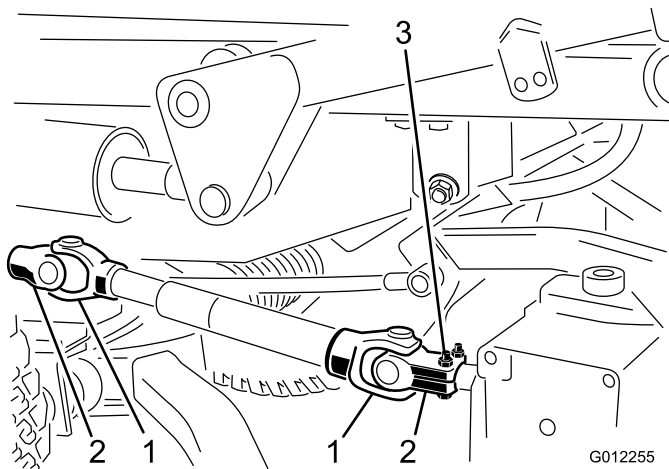

Bild 21
3. Klopfen Sie den Spannstift heraus, mit dem das Antriebswellenjoch an der Eingangswelle des Getriebes befestigt ist (Bild 21). Lösen Sie die Kopfschrauben und Sicherungsmuttern und schieben Sie das Joch von der Eingangswelle. Wenn Sie die Zugmaschine ohne Mähwerk einsetzen, setzen Sie den Spannstift vom Joch in die Zapfwelle der Zugmaschine ein und entfernen die ganze Antriebswelle von der Zugmaschine.